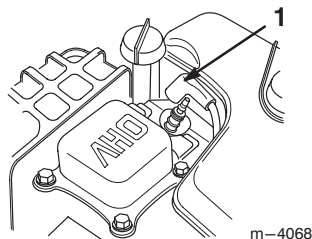

Figure 32
2. Débranchez la bougie et éloignez le capuchon pour éviter tout risque de contact accidentel (Fig. 32).
1. Débranchez la bougie et éloignez le capuchon pour éviter tout risque de contact accidentel (Fig. 32).